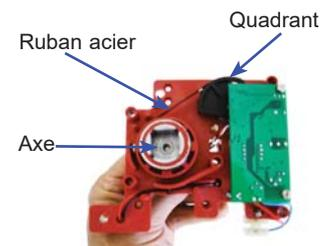

fig I-4
- Mesurer la course disponible de l'axe du positionneur en faisant tourner délicatement l'axe. La course est limitée par la course du quadrant de roue du potentiomètre relié à l'axe par un ruban en acier inox (*cf figure I-4*).